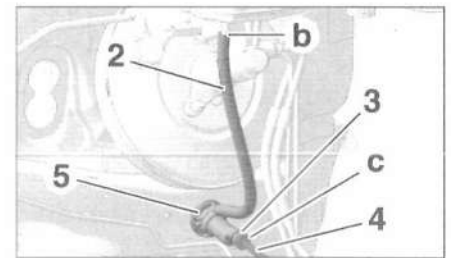

FIG.6
- Désaccoupler la canalisation d'alimentation (2) en (b) (Fig.6).
- Déposer l'agrafe (3).
- Désaccoupler la canalisation hydraulique (4) en (c).
- Déverrouiller le cylindre émetteur (5) en le tournant d'un huitième de tour dans le sens horaire.